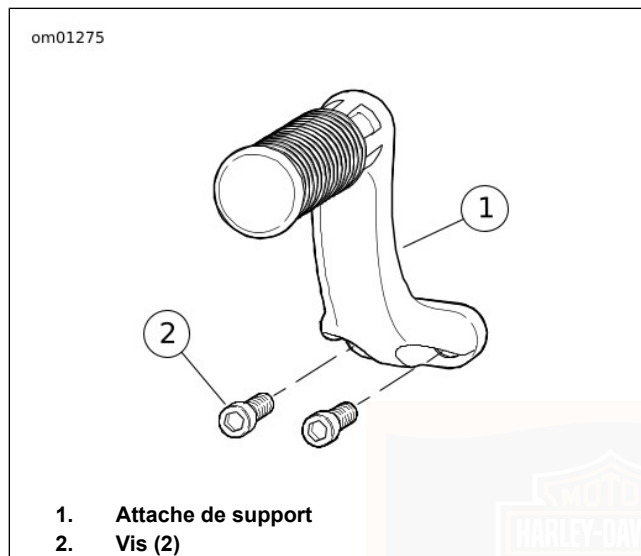

Figure 38. Ensemble de repose-pied gauche de conducteur monté à mi-hauteur : Modèles XL
4. Voir Figure 38. Pour les modèles XL avec commandes au pied centrées, déposer les vis et détacher le support de repose-pied de conducteur du côté gauche du véhicule.
8. Voir Figure 38. Pour les modèles XL avec commandes au pied centrées, déposer les vis et détacher le support de repose-pied de conducteur du côté gauche du véhicule.